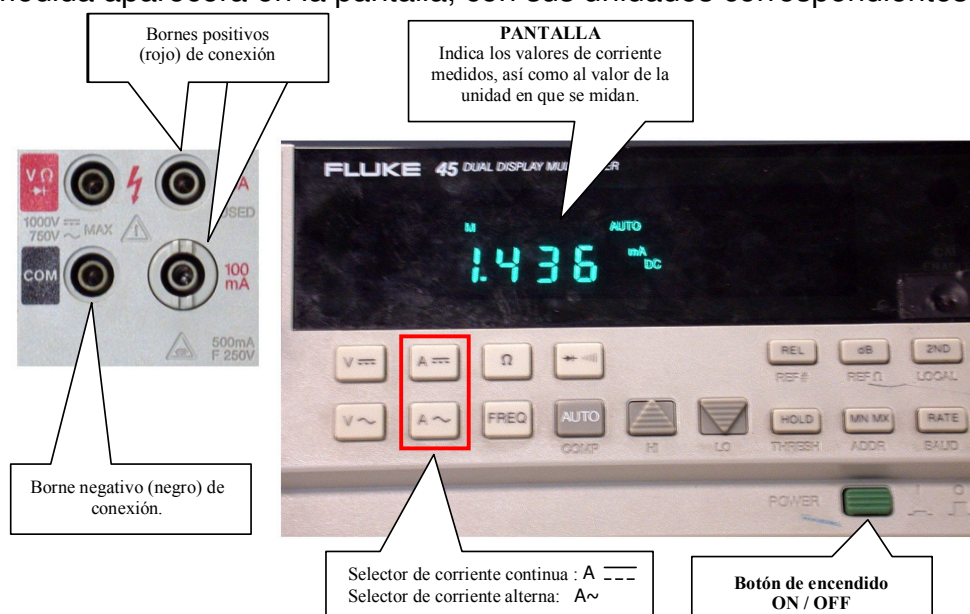

Figura 25: multímetro digital Fluke: detalle de los conectores, y mandos utilizados en la medida de intensidades.
1. Se conecta el multímetro Fluke (Figura 25), a través de los conectores **COM** y **100 mA** en serie con el circuito en el que se desea medir la intensidad de corriente. Las corrientes con las que vamos a trabajar en el laboratorio son del orden de mA, por lo que no necesitaremos utilizar la conexión de **10 A**.